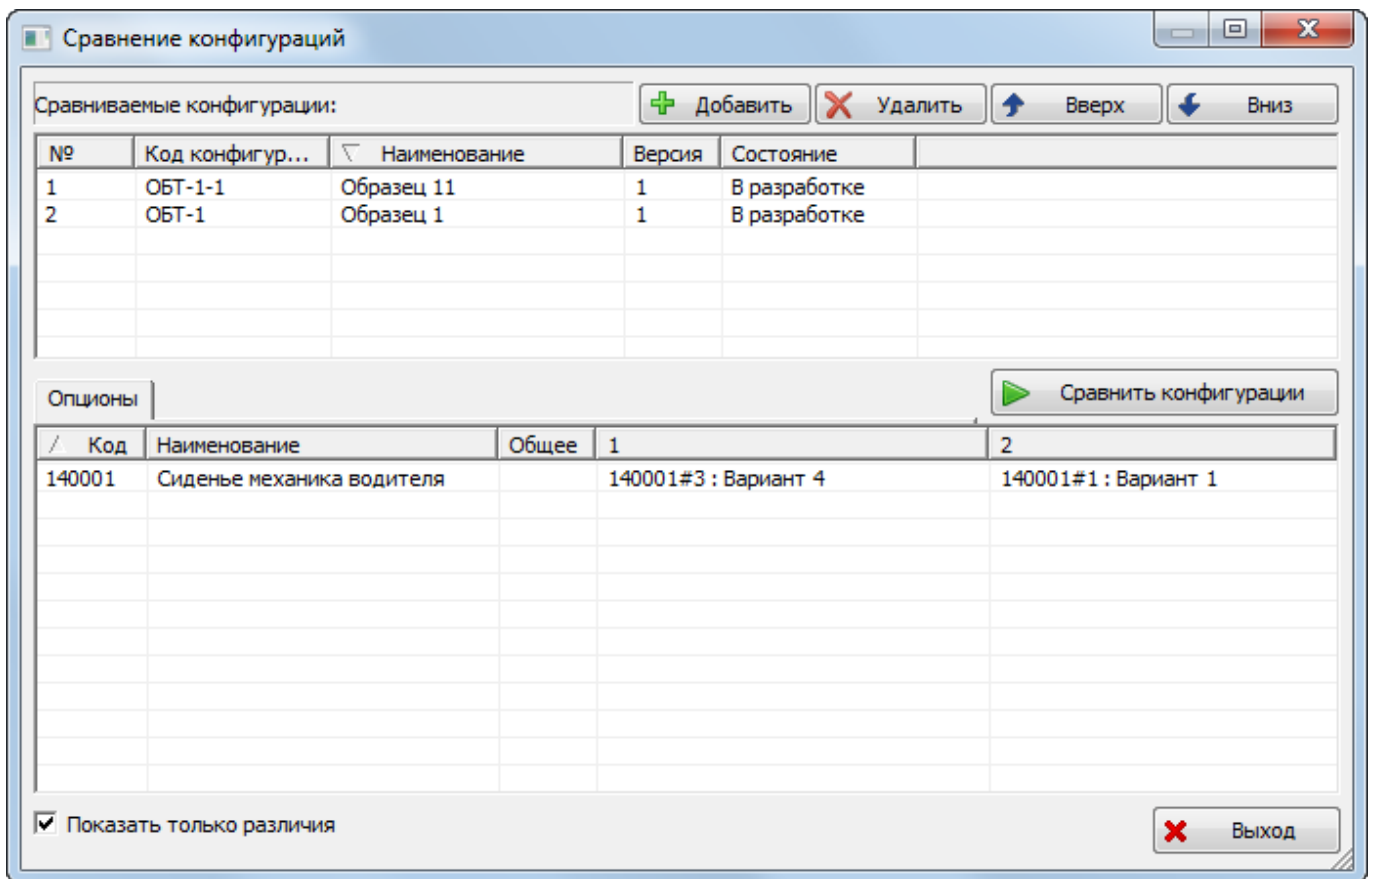

Рис. 13-89 – Показаны только различия двух конфигураций
4) При установке флага «Показать только различия» в таблице результатов будут показаны только опции, значения которых отличаются в выбранных для сравнения конфигурациях (рис. 13-89).